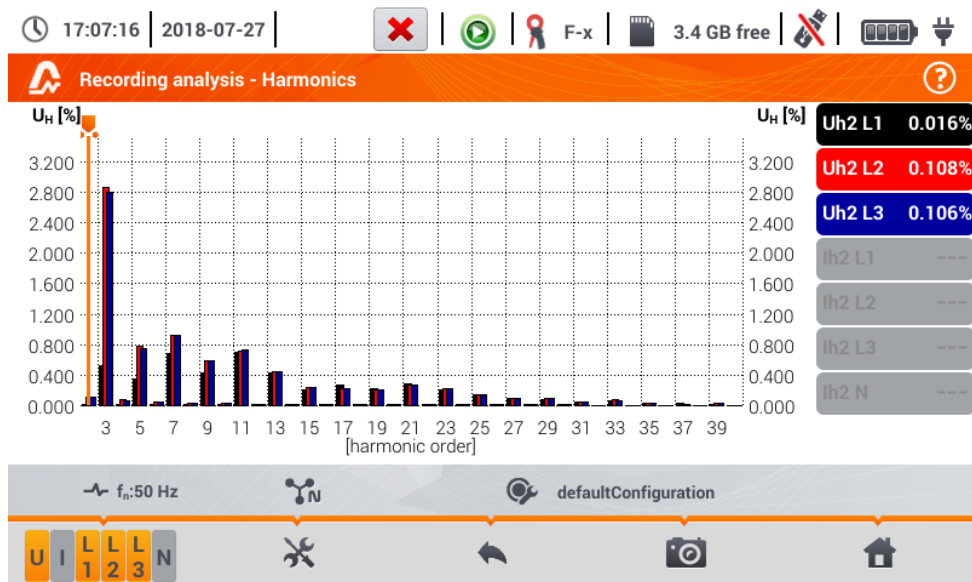

Fig. 6.23. Live Modus – Oberschwingungen – Balkendiagramm
Wird wie in **Abschnitt 6.8** Schritt ③ das  Symbol ausgewählt, erscheint folgende Ansicht Fig. 6.23. Bestandteile dieser sind der Graph, den Bezeichnungen rechts und dem Funktionsmenü.